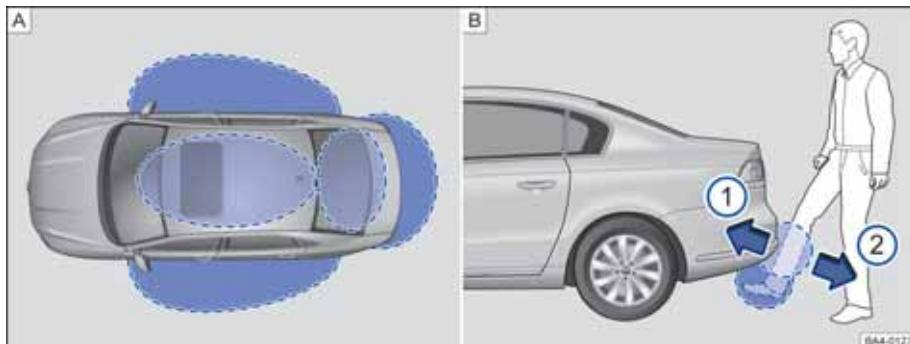
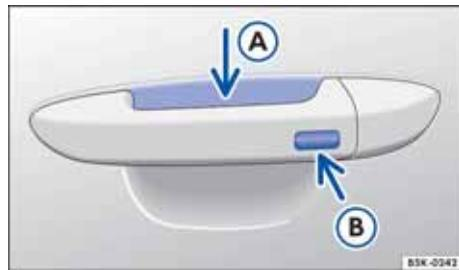

图 36 无钥匙进入闭锁/启动系统：(A) 工作范围；(B) 通过传感器识别并控制行李厢盖的开启
图 37 无钥匙系统 Kessy：车门拉手上的传感区。
Kessy 是一种无钥匙系统，它可以实现在不操作遥控钥匙的情况下解锁或锁止汽车。操作者只需随身携带一把有效遥控钥匙，并处于车门或行李厢盖的有效感应区域内⇒图 36 A，同时触摸车门拉手上的传感区之一⇒图 37 或按压行李厢盖上的按钮进行简单操作即可实现。
如果有一把有效遥控钥匙在接近范围⇒图 36 A 内，则无钥匙系统 Kessy 会将访问权限授予该钥匙。紧接着可以在不主动操作遥控钥匙的情况下执行以下功能：
- 抓住车门拉手 ⇒ 图 37 (箭头 A)。
- 触摸车门拉手上的传感区 ⇒ 图 37 (箭头 B) 一次。汽车锁止。
如果在行李厢盖的接近范围内⇒图 36 有一把有效的遥控钥匙。
有效的车钥匙进入行李厢盖的工作范围后⇒图 36 A，就可通过将脚部移入后保险杠下方的传感器区域解锁和打开行李厢盖⇒图 36B。
- 站在后保险杠中部前方。快速移动脚部和小腿，尽可能接近保险杠。小腿必须位于传感器区域上方，而脚部位于下方⇒图 36 B ①。
- 再次快速将脚部和小腿从传感器区域移开⇒图 36 B ②，于是行李厢盖将打开。
- 要便捷关闭所有电动车窗和天窗，请用手指按住车门拉手上的传感器⇒图 37 ③几秒钟。
- 松开传感区③即可中断该功能。如果在松开车门拉手上的传感区③后立即将手放入①内，则所有车窗停在原位置（安全功能）△⇒第 66 页。
如果有水柱或水流从车门把手传感器⇒图 37 ①（箭头）处暂时移开，然后又移回（例如洗车时），则所有车窗均有可能打开⇒第 58 页，便捷功能。